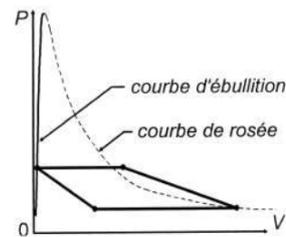

Figure 5
Entraîné par le moteur de la voiture, le compresseur aspire le fluide réfrigérant à basse pression et à l'état de vapeur (état 1), et le refoule à haute pression, toujours à l'état de vapeur (état 2). Le fluide traverse ensuite le condenseur où, au contact thermique de l'air extérieur, il se condense entièrement (état 3). La pression du fluide est ensuite abaissée jusqu'à l'état 4 par son passage par le robinet de laminage. Dans l'évaporateur, au contact de l'air contenu dans l'habitacle, le fluide s'évapore entièrement pour retourner à l'état 1. Le cycle est représenté schématiquement sur la figure 5.
1. Reproduire sommairement la figure 5 sur la copie. Numéroter les points correspondant aux états 1 à 4, et indiquer le sens de parcours du cycle.